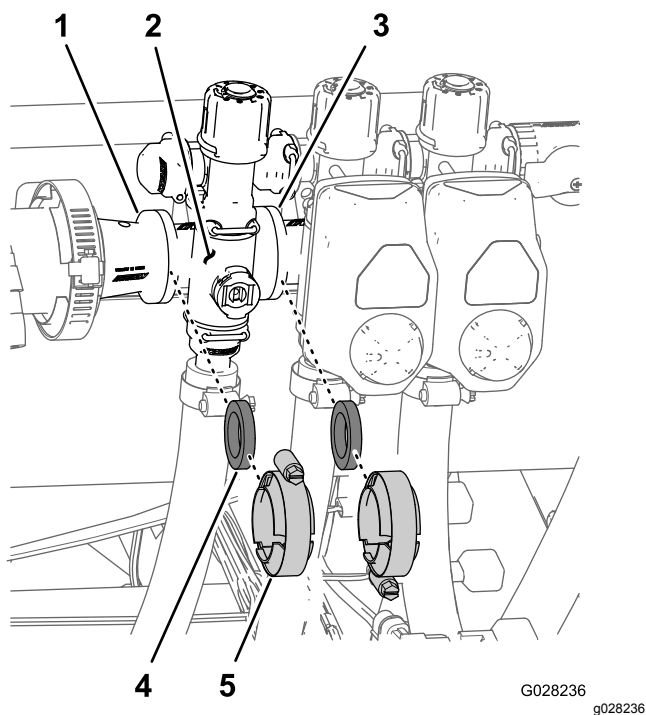

図 104
1. 個別ブームバルブ 図 104 のマニホールドを隣接する個別ブームバルブ左ブームの場合はリデュースカップリングに固定しているクランプとガスケットを外す。